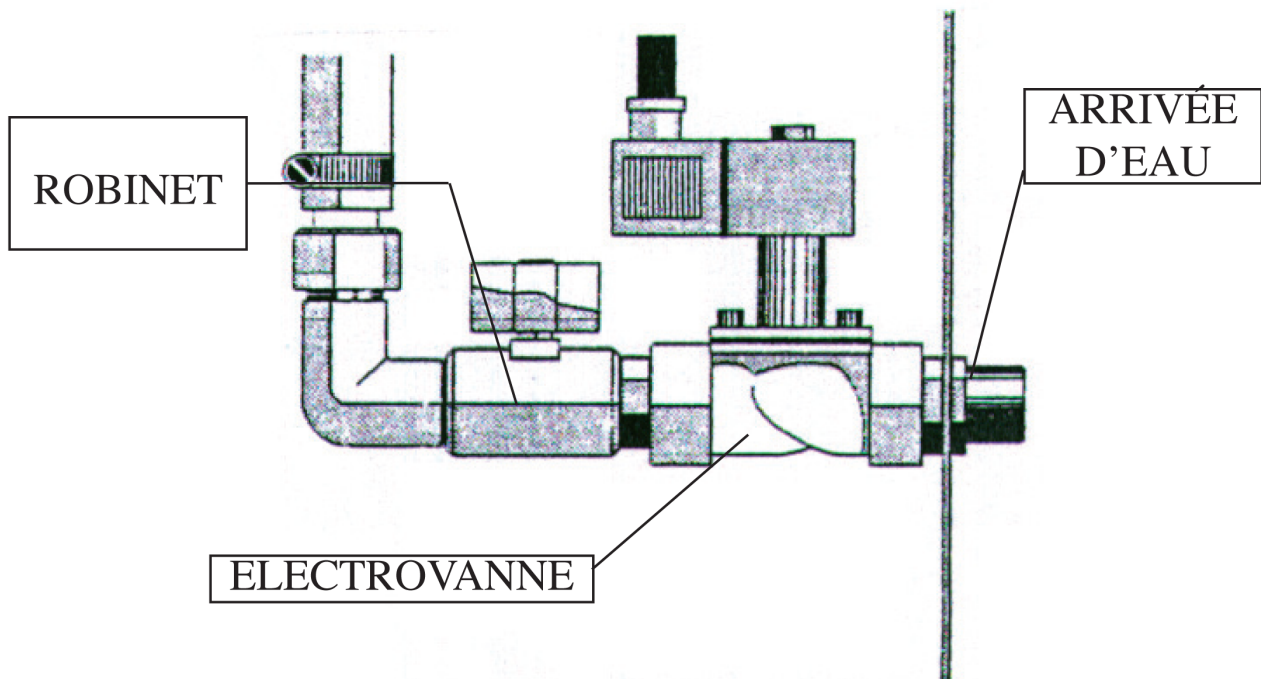

FIG. 5 - Electrovanne dans la laveuse
2. Connecter le tuyau de chargement à l'électrovanne de la laveuse (Fig.5) et régler la pression de l'eau à l'aide du robinet.